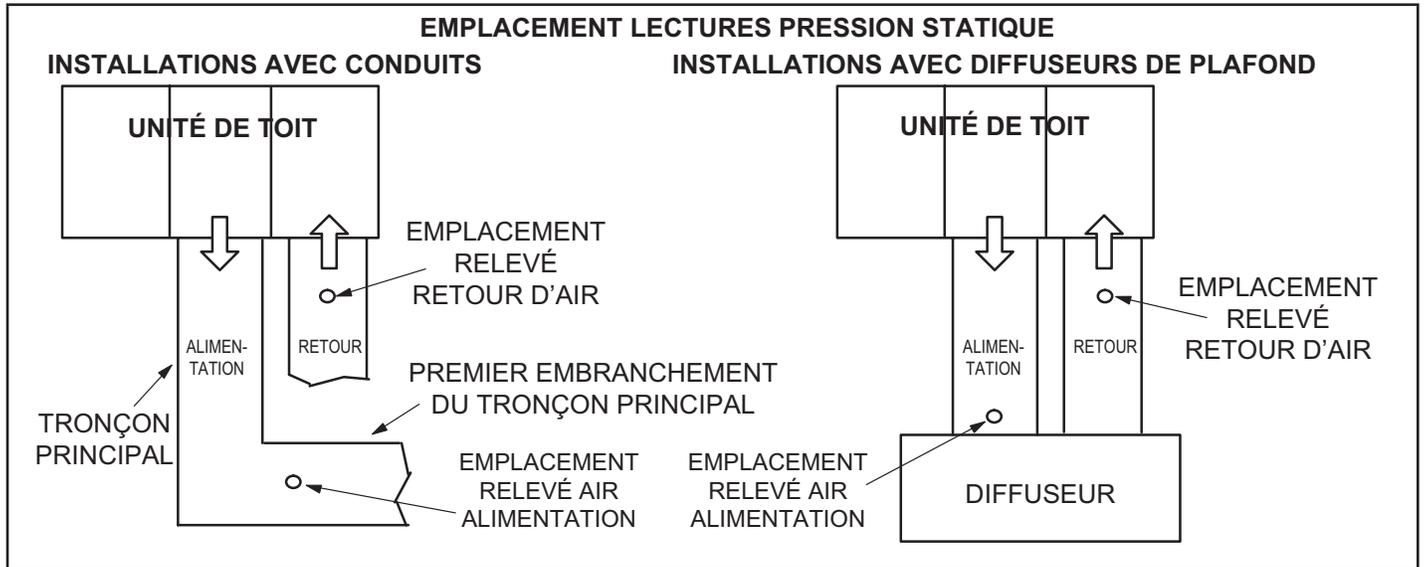

FIGURE 13
**IMPORTANT** - Les unités MSAV sont réglées en usine pour faire fonctionner le ventilateur à pleine vitesse lorsqu'il y a une demande de ventilation (G) sans demande de chauffage ou de climatisation. Se référer aux débits nominaux déterminés sur place pour tous les modes de fonctionnement. Utiliser la procédure suivante pour régler la poulie du moteur afin d'obtenir le débit de conception maximum. Voir la section Mise en service de l'onduleur pour régler les débits du ventilateur pour tous les modes une fois que la poulie du moteur a été réglée.
- 2 - Avec tous les panneaux d'accès en place, mesurer la pression statique à l'extérieur de l'unité (depuis l'alimentation jusqu'au retour). Les données de rendement du ventilateur sont basées sur les mesures de pression statique réalisées aux endroits indiqués à la FIGURE 13.